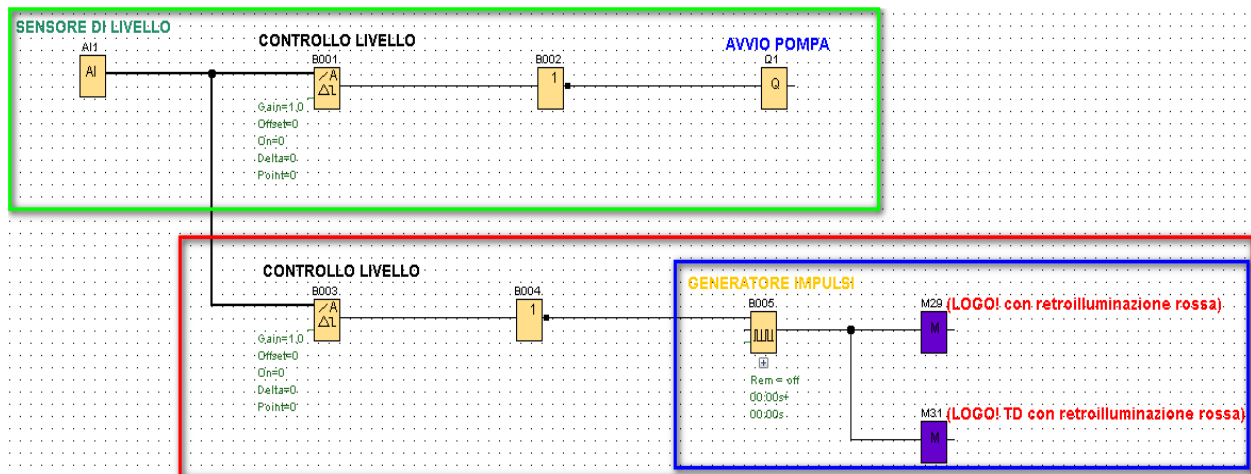
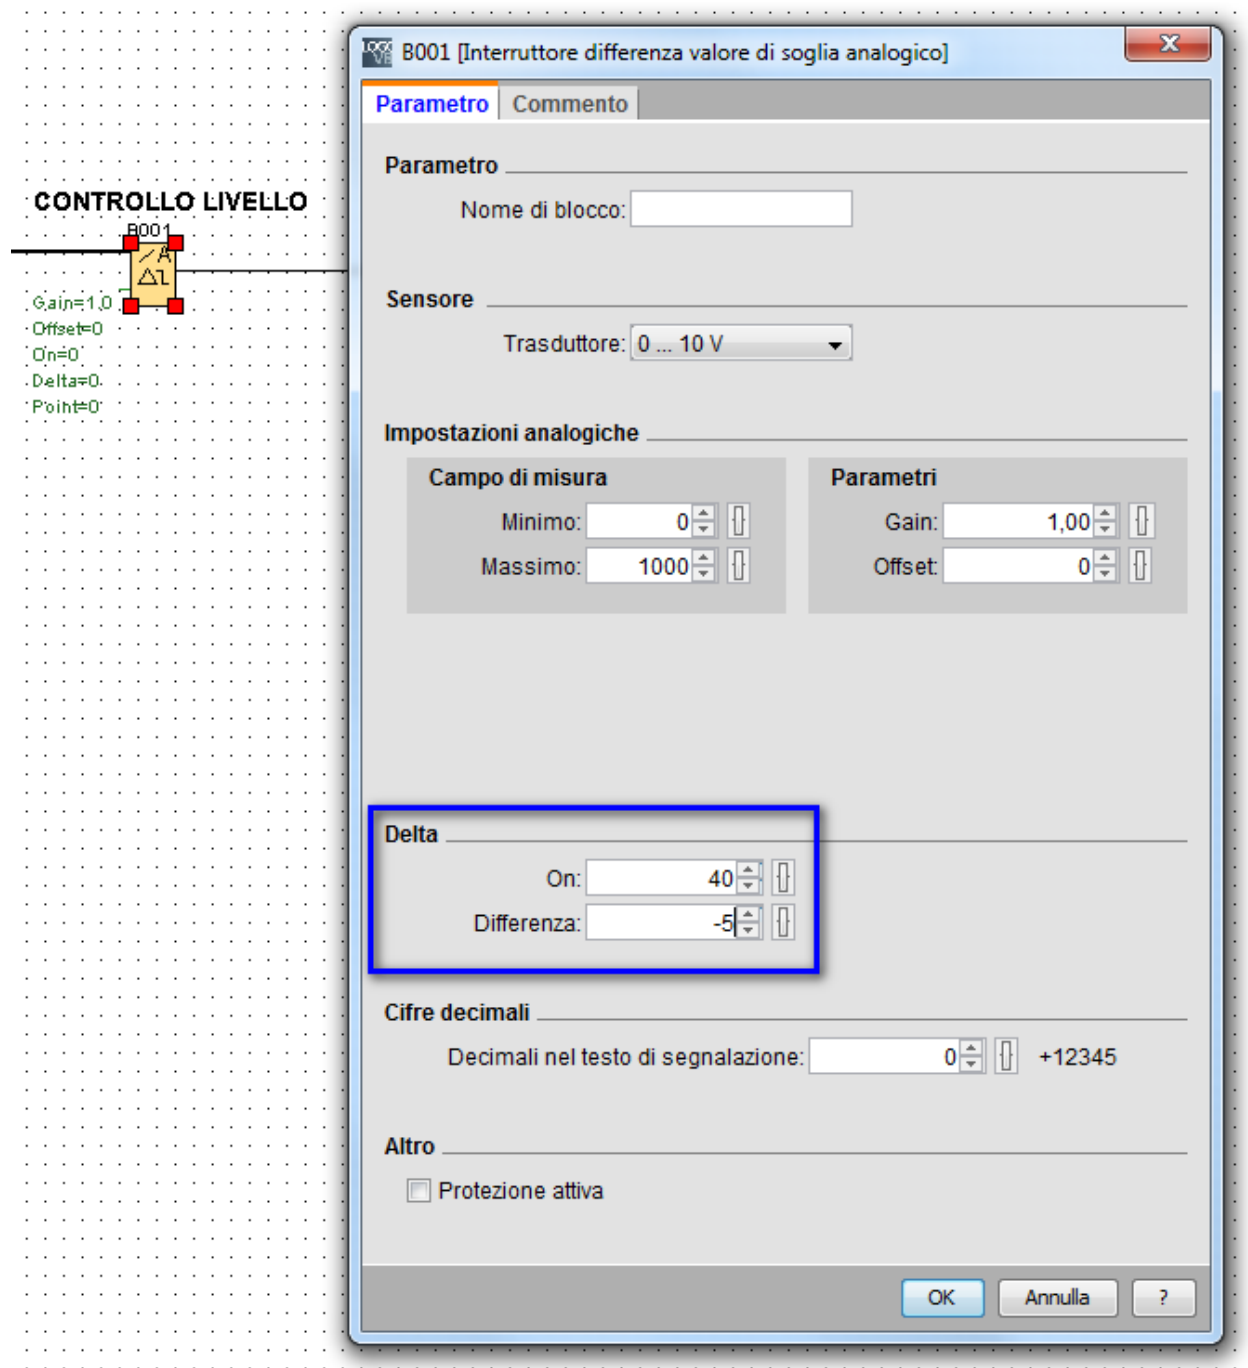
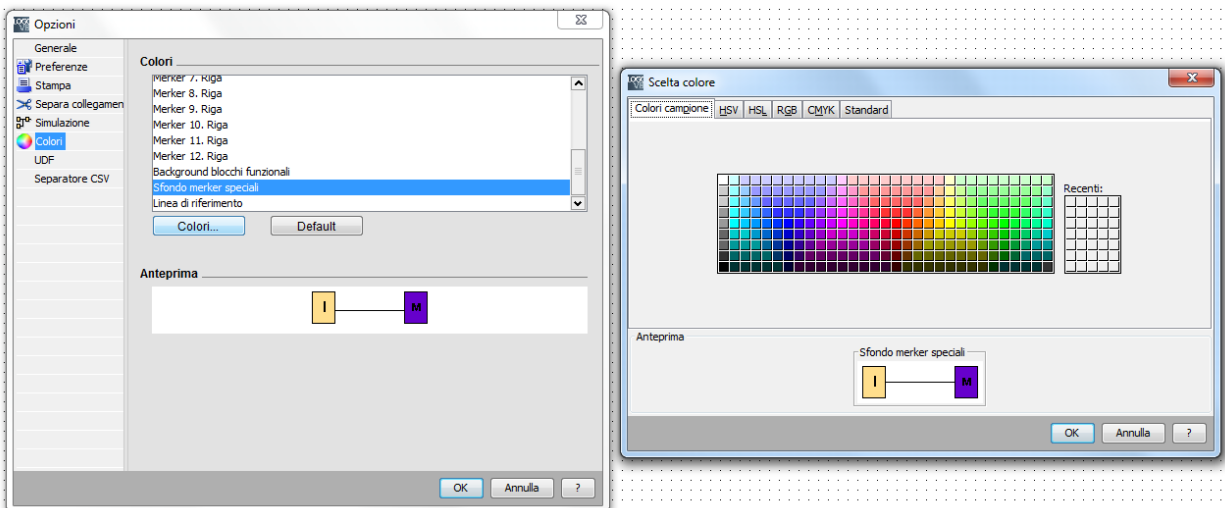

Figura 24
Figura 25
Figura 28
Nel riquadro verde di **Figura 24**, il sensore di livello (**AI1**) rileva il livello del liquido; il blocco **B001** (*Interruttore differenza valore di soglia*) calcola la differenza tra il valore di ingresso e quello impostato nel parametro *On* delle proprietà del blocco (**Figura 25**). La pompa (uscita **Q1**) riempie il serbatoio finché il livello misurato (ingresso **AI1**) non supera la soglia desiderata (nell'esempio 40); una volta superata la soglia, la pompa si disattiva. Se il livello del liquido scende di almeno 5 punti sotto il livello desiderato, la pompa viene riattivata (parametro *Differenza* in **Figura 25**). [Per maggiori informazioni sulla gestione dei valori analogici fare riferimento all'appendice 4.1]
Nel riquadro rosso di Figura 24 è mostrata la funzionalità di allarme: nel parametro *On* del blocco **B003** può essere impostata la soglia sotto la quale si attiva l'allarme (nel caso specifico
28). Quando **AI1** legge un valore al di sotto di quello impostato come *On*, viene attivata la retroilluminazione rossa del display del LOGO! e del LOGO TDE (riquadro blu in **Figura 24**).
Come si può notare dalla **Figura 24** questi merker *speciali* sono identificati da un colore diverso rispetto agli altri merker, in modo da identificarli più facilmente all'interno dell'area di programmazione. Il colore dei merker *speciali* è possibile modificarlo andando sul menu **Strumenti** → **Opzioni** → **Colori** scorrere fino a *sfondi merker speciali* cliccare su *colori* e modificare il colore come in **Figura 28**.
- Il valore normalizzato nel blocco AI può essere scalato quando è collegato all'ingresso di un blocco funzione analogico (*Amplificatore Analogico, Comparatore Analogico, ...*). Con riferimento alla **Figura 24** ell'esempio del *controllo del livello serbatoio*, si possono avere due tipi di scalature: